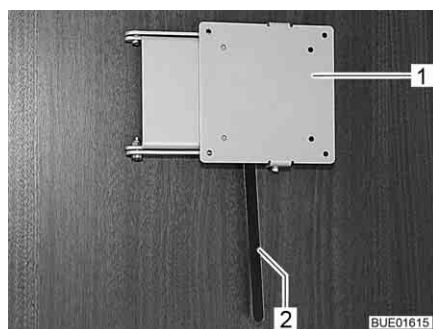

Fig. 99 Supporto con leva di sbloccaggio
- Spingere di lato la leva di sbloccaggio (Fig. 99,2) e ruotare il supporto (Fig. 99,1) con lo schermo piatto nella posizione desiderata.
- Riportare indietro lo schermo piatto finché il supporto (Fig. 99,1) non si innesta nel bloccaggio.